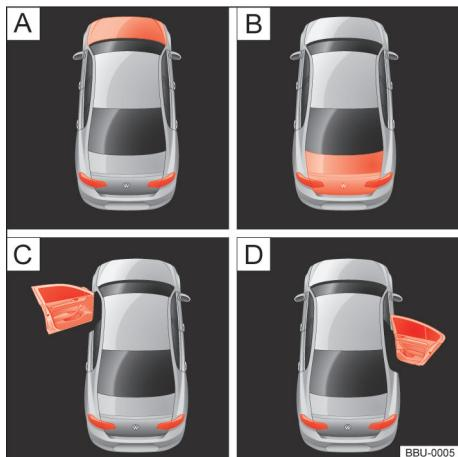

Fig. 13 No display do instrumento combinado: indicações sobre o estado da tampa do compartimento do motor, da tampa do compartimento de bagagens e das portas.
Legenda para → **Fig. 13**:
- Portas, tampa do compartimento do motor e tampa do compartimento de bagagens abertas → **Fig. 13**
Após destravar o veículo e durante o percurso, a ocorrência de alguma das portas, a tampa do compartimento do motor ou a tampa do compartimento de bagagem estarem abertas é exibida no display do instrumento combinado → **Fig. 13** e, conforme o caso, também indicado com alerta sonoro. Conforme a versão do instrumento combinado, a representação pode variar.